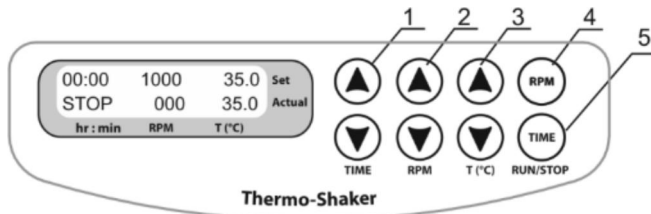
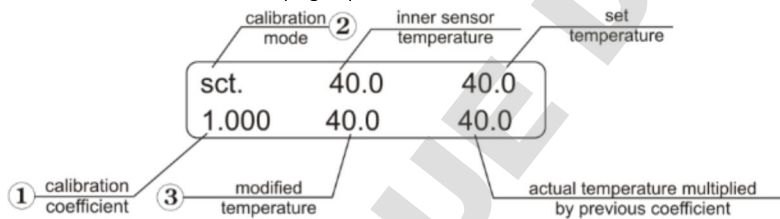

Fig.3 Panneau de configuration
Fig. 5 Panneau de configuration en mode de calibrage
- 4.3. **Réglage de la durée (TIME).** Utilisez les touches **TIME ▲** et **▼** (Fig. 3/1) pour programmer l'intervalle de durée de travail souhaitée en heures et en minutes (intervalle d'incrémentations de 1 min). Appuyez sur la touche pendant plus de 3 secondes pour augmenter l'incrémentations.
- 4.4. **Réglage de la vitesse (TPM).** À l'aide des touches **RPM ▲** et **▼** (Fig. 3/2), programmez la vitesse requise (intervalle d'incrémentations 10 tpm.). Appuyez sur la touche pendant plus de 3 secondes pour augmenter l'incrémentations.
- 4.5. **Réglage de la température (T (°C)).** Utilisez les touches **T (°C) ▲** et **▼** (Fig. 3/3) pour régler la température nécessaire (intervalle d'incrémentations de 0,1 °C). Appuyez sur la touche pendant plus de 3 secondes pour augmenter l'incrémentations.
- 4.7. Appuyez sur la touche **RPM-RUN/STOP** (Fig. 3/4). Le bloc thermostaté se mettra à tourner et l'indicateur du minuteur commencera à décompter l'intervalle de temps (précision de 1 minute).
- 4.10. Il est possible de redémarrer le minuteur en cours de fonctionnement, si nécessaire. Appuyez une fois sur la touche **TIME-RUN/STOP** (Fig. 3/5) pour arrêter le minuteur. Appuyez de nouveau sur la touche **TIME-RUN/STOP** pour redémarrez le minuteur.
Attention ! Une fois que la durée programmée s'est écoulée, le mouvement du bloc thermostaté s'arrête automatiquement. En revanche, le chauffage s'arrête uniquement manuellement en utilisant la ▼ touche **T (°C)** (Fig. 3/3 - touche du bas) pour diminuer la température jusqu'à ce que l'indication OFF apparaisse dans la ligne supérieure (Set) de l'écran.
- 5.2. Pour entrer le coefficient de calibrage, maintenez la touche **TIME-RUN/STOP** (Fig. 3/5) appuyée pendant plus de 8 s pour activer le mode de calibrage. Le coefficient de calibrage s'affichera sur l'écran (Fig. 5/1).
- 5.3. Entrez la valeur 1,000 en utilisant les touches ▲ et ▼ (Fig. 3/3) pour rétablir les paramètres d'usine conformément à la figure 5/1.
- 5.9. Maintenez enfoncée la touche **TIME-RUN/STOP** (Fig. 3/5) pendant plus de 8 secondes pour activer le mode de calibrage. Les paramètres suivants s'afficheront sur l'écran (Fig. 5) :
5.10. Utilisez les lectures de température avec coefficient multiplicateur pour déterminer la nouvelle valeur de température. En utilisant les touches **Temp.** « ▲ » et « ▼ » (Fig.3/3), modifiez le coefficient de calibrage (Fig.6A/1) pour que la nouvelle valeur de température (Fig.6A/2) corresponde à la température du capteur autonome. Prenons l'exemple d'un coefficient de calibrage de 0,974 (dans la plage : ente 0,936 et 1,063 ; intervalle d'incrémentacion de 0,001).
5.11. Une fois le calibrage terminé, appuyez une fois sur la touche **RPM-RUN/STOP** (Fig. 3/4) pour sauvegarder les changements et sortir du mode de calibrage.